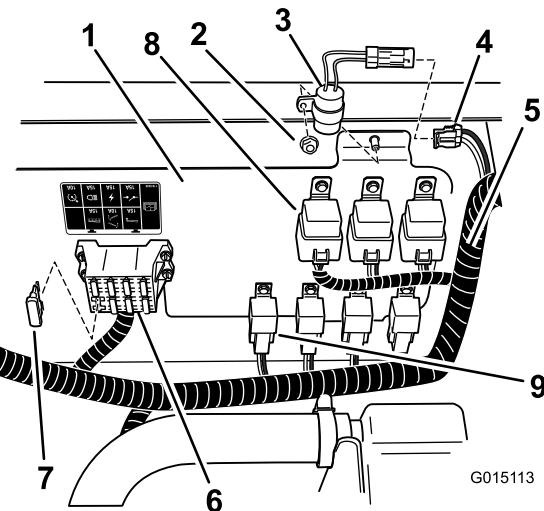

Рисунок 26
2. В комплекте поставки найдите таймер задержки и установите его, как показано на (Рисунок 26), зафиксировав контргайкой.
3. В жгуте магистральных проводов найдите разъем с меткой «delay timer» («таймер задержки»). Подсоедините таймер к жгуту магистральных проводов, как показано (Рисунок 26).
4. Установите предохранитель на 40 А в свободный разъем блока предохранителей, как показано на (Рисунок 26). Если в разъеме уже установлен предохранитель с более низкой амперной нагрузкой, замените его на предохранитель 40 А.